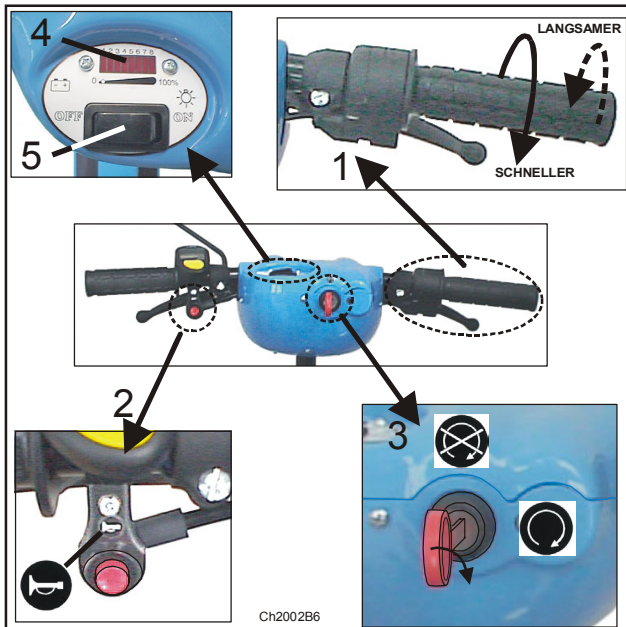

Bild 5 Bedienelemente am Lenker
- *Fahrt mit Licht (siehe Bild 5)*
- *Warnsignal (siehe Bild 5)*